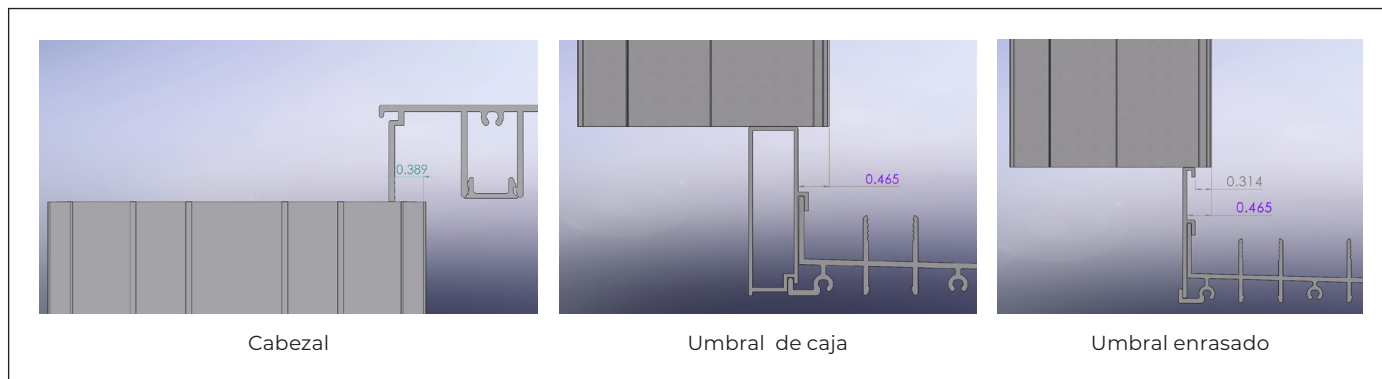

Figura 25
12. **Si no hay un panel** disponible para determinar la ubicación del gancho tipo P de adentro hacia afuera, alinee el gancho tipo P con el elevador y el cabezal, como se muestra. (Consulte la figura 25).